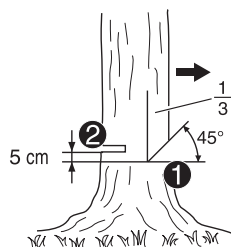

Fig. 31
7. Felling trees (**Fig. 31**)